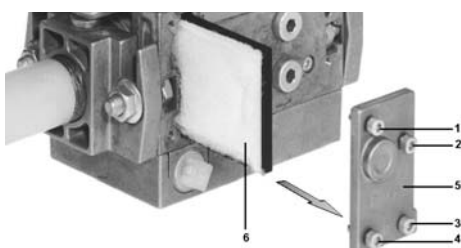

Рис. 24
- Заменяйте фильтр, если разница давления между точками 1 и 3 (Рис. 24) $\Delta p > 10$ мбар.